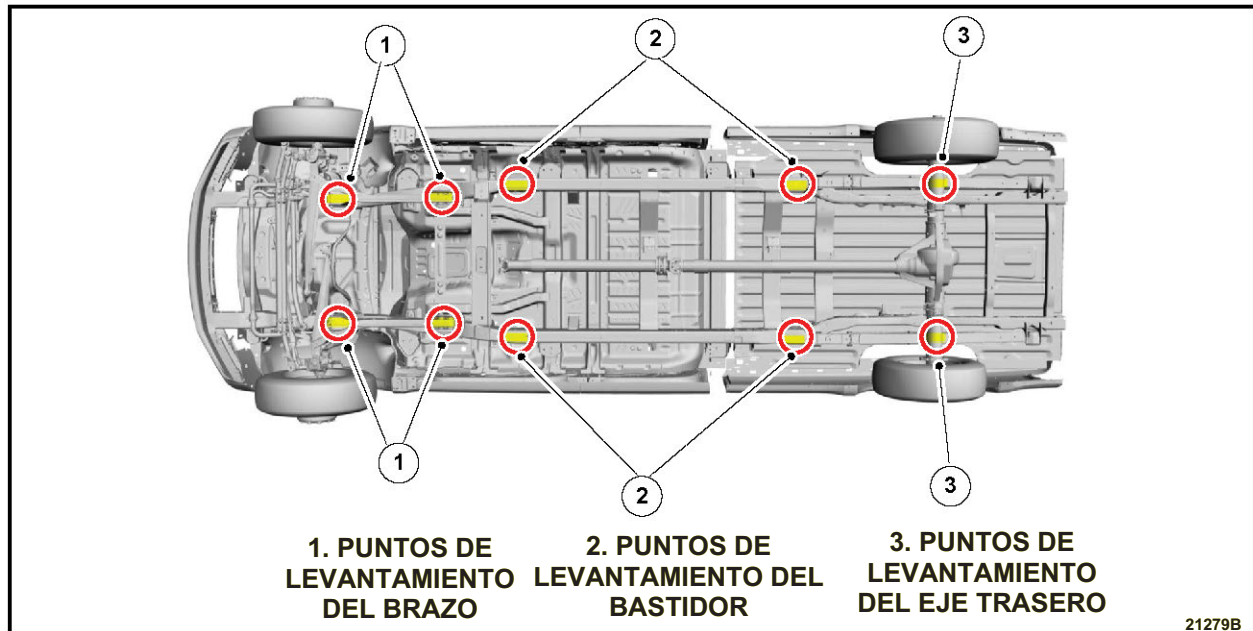

FIGURA 1
1. Para levantar el vehículo, use uno de los 4 puntos de apoyo para el gato delanteros indicados en la figura 1. Al apoyar el gato o al levantar el vehículo, instale los soportes de piso para apoyar el peso del vehículo. Las ruedas traseras se deben bloquear para evitar el movimiento. Consulte la Figura 1.